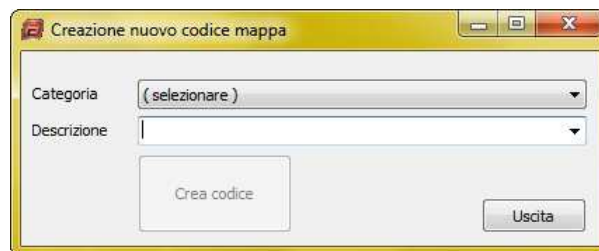

Figura 21: Finestra *Creazione nuovo codice mappa*.
Dopo aver aperto la finestra *Creazione nuovo codice mappa* (Figura 21), per creare un nuovo nome:
- *Nuova*: apre la finestra *Creazione nuovo codice mappa* (Figura 21), per creare un nome mappa personalizzato.